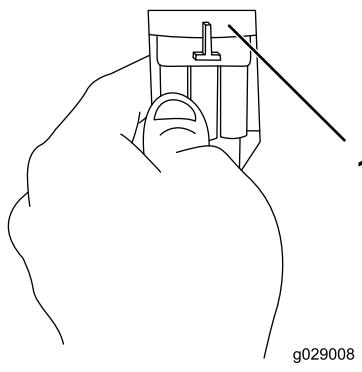

図 8
7. 燃料ストップソレノイドのワイヤハーネスをメインワイヤハーネスのコネクタから外す図8。